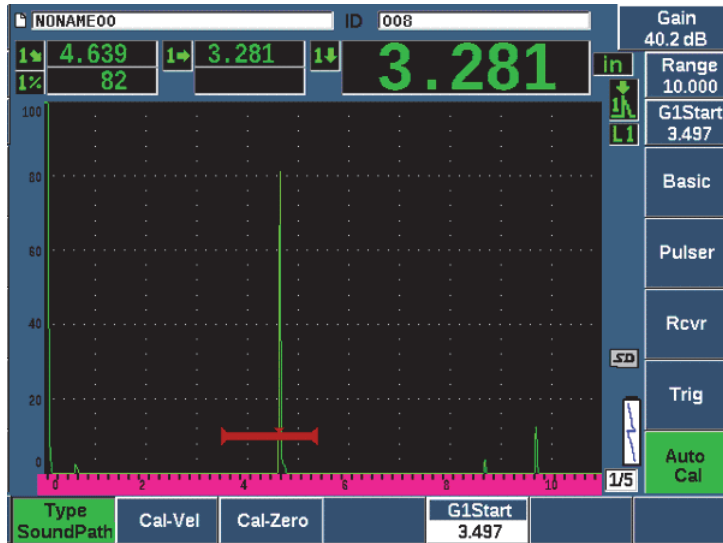

Figura 9-22 Ejemplo de una señal controlada para la calibración de velocidad
- Use el botón G1Start (tecla P5) para ubicar la Puerta 1 de manera que la reflexión del segundo eco a partir del arco del bloque se encuentre en la región controlada por la puerta. Esta reflexión debe aproximarse a 225 mm (vea la Figura 9-22 en la página 205).